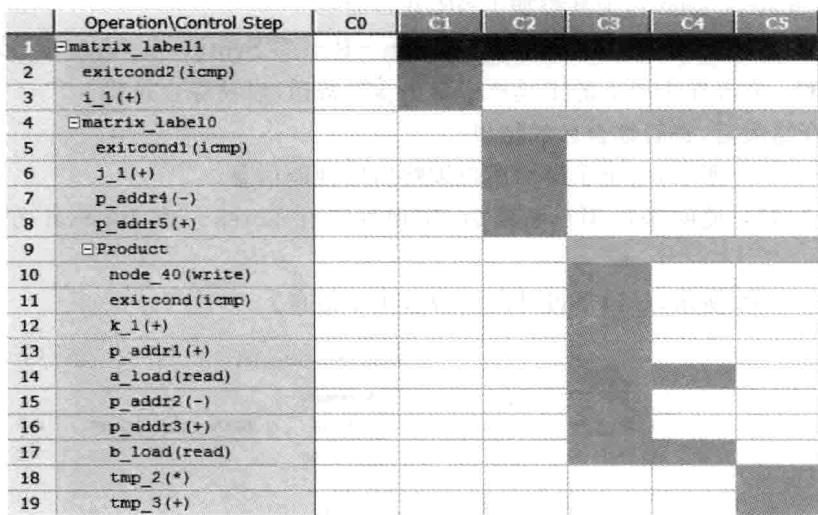

图 5.109 数据操作调度图
(1) 在 Vivado HLS 主界面主菜单下,选择 Solution→Open Analysis Perspective; 或者单击 **Analysis** 按钮。
(2) 打开如图 5.109 所示的数据调度图。